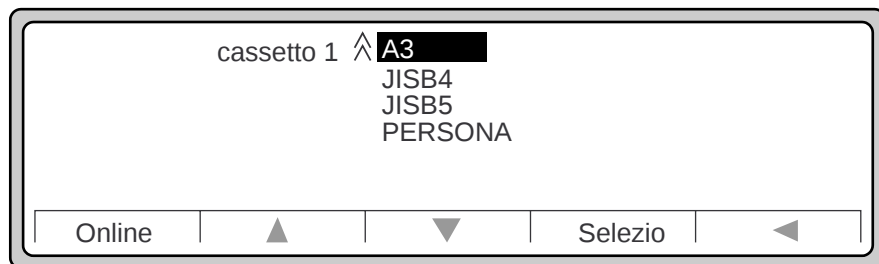

Figura 3-11 Continuazione della selezione del formato della carta
5. Usare ▲ o ▼ per spostarsi sul formato della carta corretto (Figura 3-11).